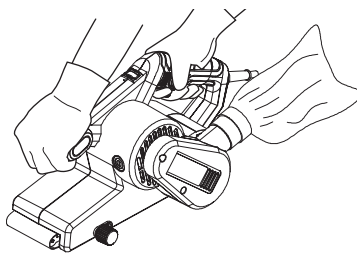

Fig. 15
2. Țineți produsul cu o mână de mânerul frontal (1) și cu cealaltă mână de mânerul posterior (5) (Fig. 15).